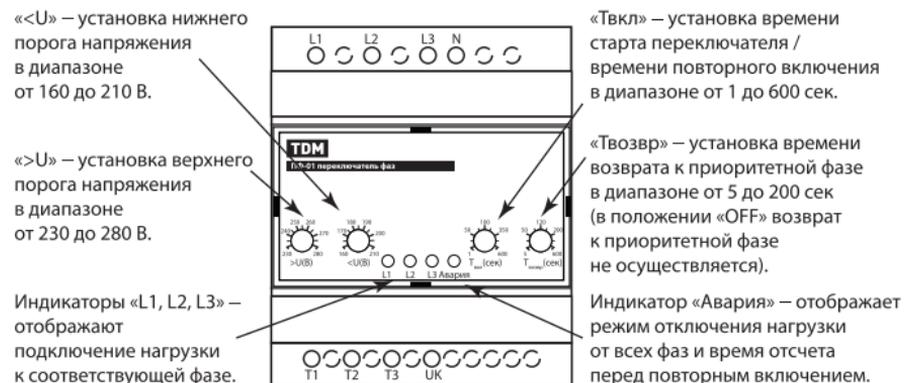

Рисунок 4. Передняя панель переключателя
Если все три фазы вышли за установленные пороги, нагрузка отключается и начинает моргать индикатор «Авария» (рисунок 4). При стабилизации напряжения в любой из фаз переключатель автоматически подключит нагрузку через время Твкл.
6.2. В переключателе предусмотрена функция защиты от залипания контактов внешних контакторов. Для ее использования необходимо запитать контакт «Uк» согласно схеме справа на рисунке 2. Если в процессе работы произойдет залипание контактов одного из контакторов, при выходе напряжения в подключенной фазе за установленные пределы, произойдет размыкание управляющих контактов T1, T2, T3, но на контакте «Uк» останется поданным напряжение. В этом случае произойдет отключение нагрузки со всех фаз с одновременным началом моргания индикатора «Авария» (рисунок 4).